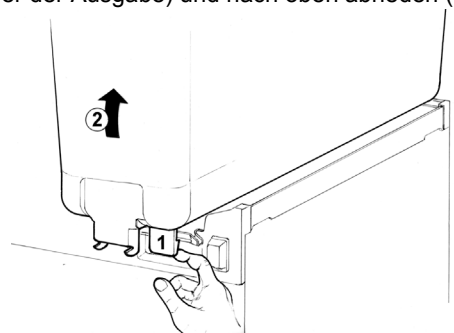

Bild 3
- 2 Leeren Behälter lösen durch Anheben an der **Rückseite** (gegenüber der Ausgabe) und nach oben abheben (Bild 3).